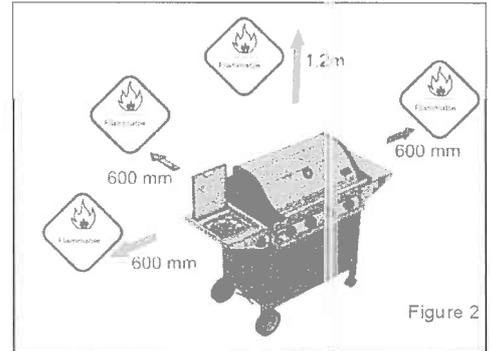

Figure 2
- Stellen Sie sicher, dass das Gerät nicht in der Nähe von entzündbaren Materialien betrieben wird. Die Mindestsicherheitsabstände betragen 1,2 m über dem Gerät und 600 mm dahinter und an den Seiten (s. Abb. 2).